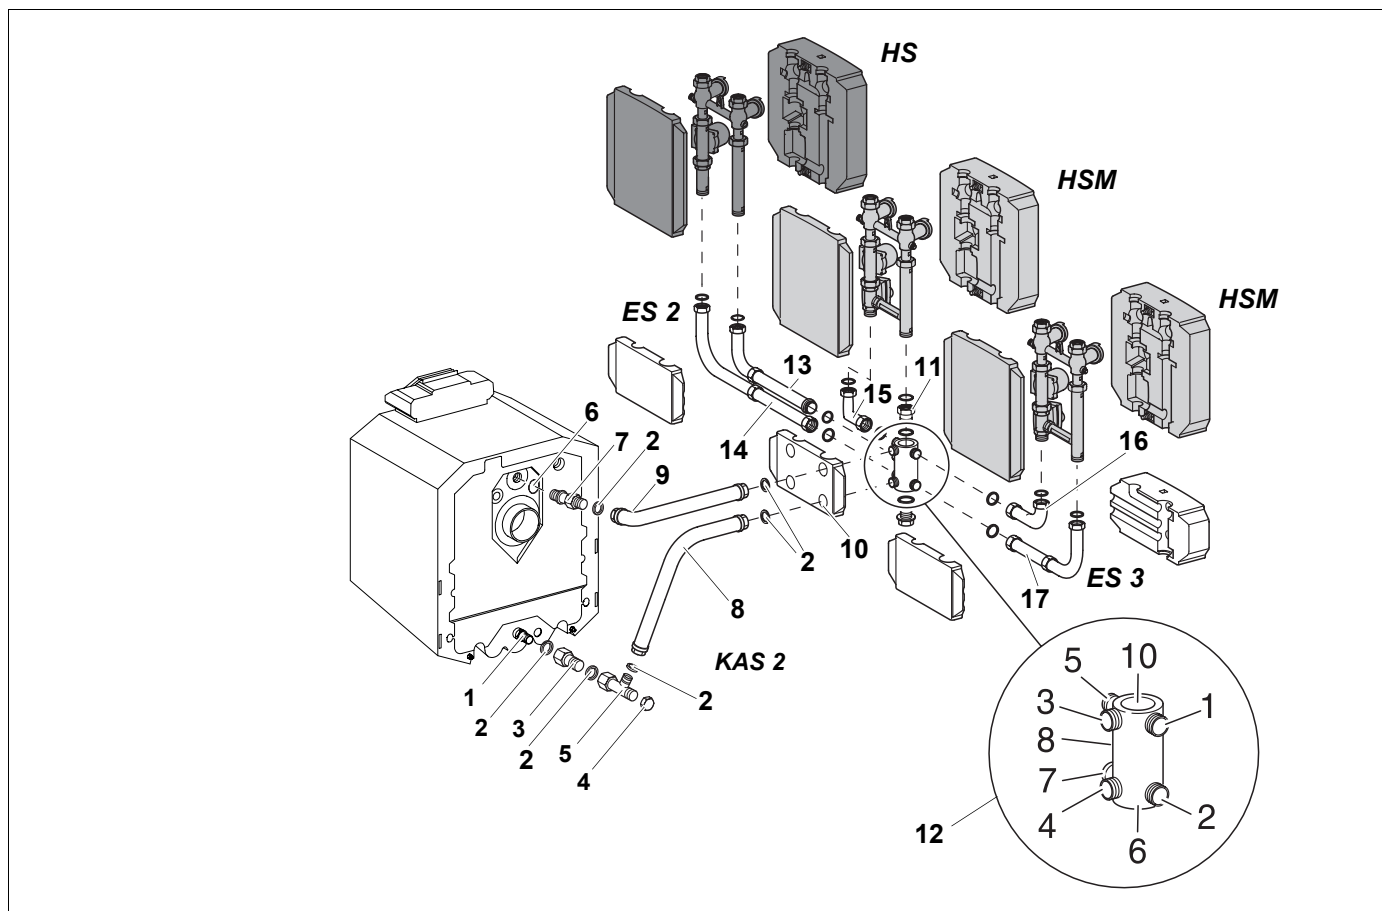

Рис. 8 Боковое подключение, левое параллельное исполнение
Экспликация рис. 8
- Вкрутить двойной ниппель (13) вместе с кольцом в отвод N 8 многофункционального коллектора (12).
- Установить отвод трубопровода с уплотнением (длинная сторона) (рис. 8).
- Установить уплотнение в резьбовое соединение промежуточного элемента (14) и прикрутить промежуточный элемент к отводу N 7 многофункционального коллектора.
- Установить отвод трубопровода с уплотнением (короткая сторона) (рис. 8).
- Прикрутить комплект подключения отопительного контура со смесителем (HSM) или без смесителя (HS) в соответствии с рис. 8.
- Установить уплотнение в уголок и соединить с отводом N 1 на многофункциональном коллекторе (12).